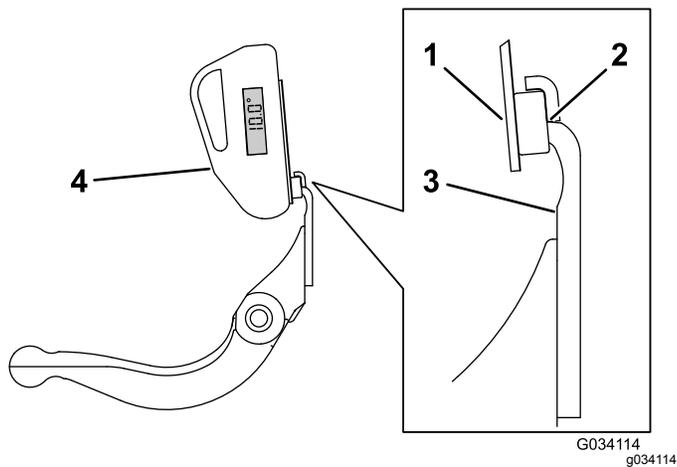

図 26
- 傾斜計マウントのマグネットのエッジがベッドナイフのエッジに密着するように、ベッドナイフのエッジに傾斜計マウントをセットする 図 26。
4. 図 26 に示すようにマウントに傾斜計を取り付ける。